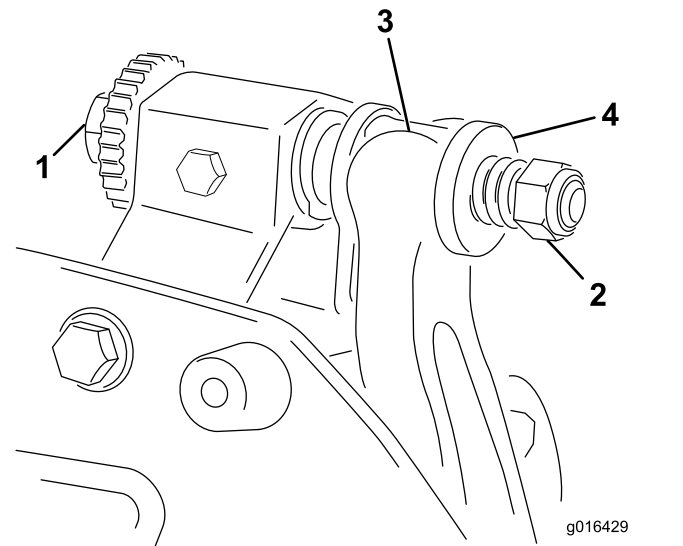

Bild 17
1. Drehen Sie die Einstellschraube des Untermesserträgers nach links, um den Abstand zwischen Untermesser und Spindel zu vergrößern (**Bild 17**).
2. Drehen Sie die Federspannungsmutter so weit hinaus, bis die Scheibe nicht mehr gegen den Untermesserträger angespannt ist (**Bild 17**).
- Montieren Sie den Untermesserträger. Positionieren Sie die Befestigungsöhen zwischen die Scheiben und der Einstellschraube des Untermesserträgers (Bild 17).